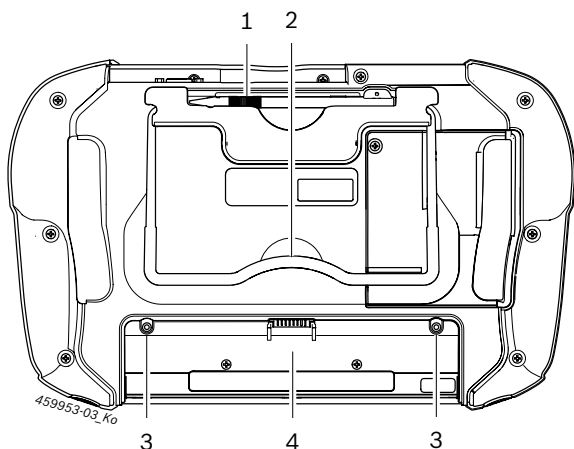

Abb. 3: D750 Undersida
➤ Skjut in batteriet i batterifacket och säkra med två befintliga skruvar på batteriet (se fig. 3, pos. 3).